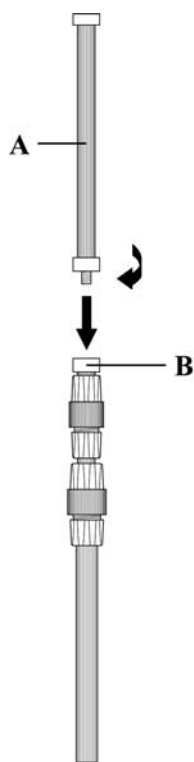

FIGURE 1
1. Vissez la Rallonge (FIGURE 1-A) sur la partie supérieure du Manche Télésco-
pique (FIGURE 1-B). Tourner-la dans le sens des aiguilles d'une montre et serrez-la de manière